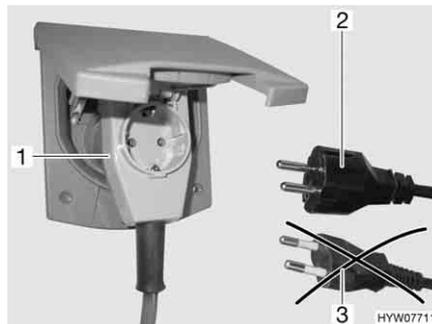

Fig. 111 Conexión a un conector con salida lateral del cable con caja de enchufe
- ▶ Al utilizar un acoplamiento acodado CEE 17, con caja de enchufe incorporada en el lado trasero (Fig. 111,1), emplear únicamente un conector IP 44 de goma impermeable, con contacto protector (Fig. 111,2). No utilizar conector sin contacto protector (Fig. 111,3). ¡Peligro de electrocución!